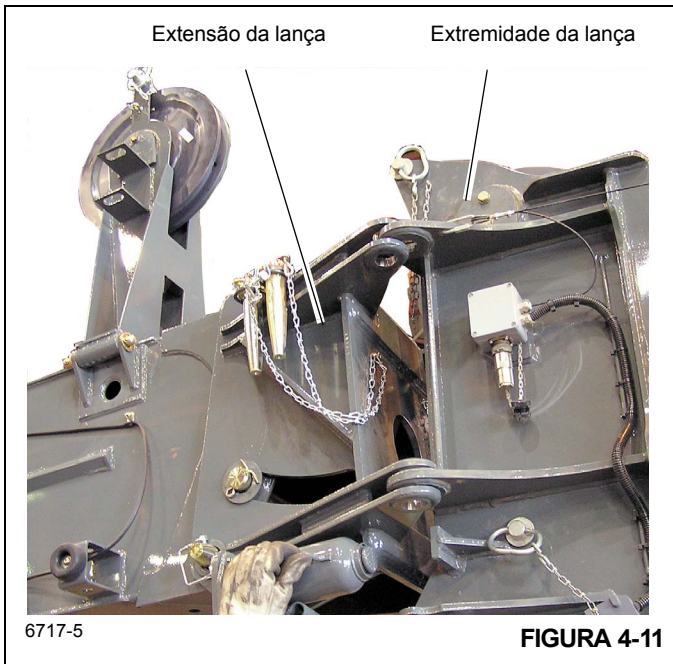

FIGURA 4-11
8. Levante e/ou abaixe ligeiramente a lança para ajudar a controlar sua extensão. Usando o cabo preso à ponta da extensão da lança, gire manualmente a extensão no lugar à frente da extremidade da lança (Figura 4-11), acionando as conexões de ancoragem com as conexões de fixação no lado esquerdo da extremidade da lança.
9. Instale o pino de fixação do lado esquerdo superior e a grampo de retenção nas conexões de fixação e ancoragem superiores da extremidade da lança (Figura 4-11).